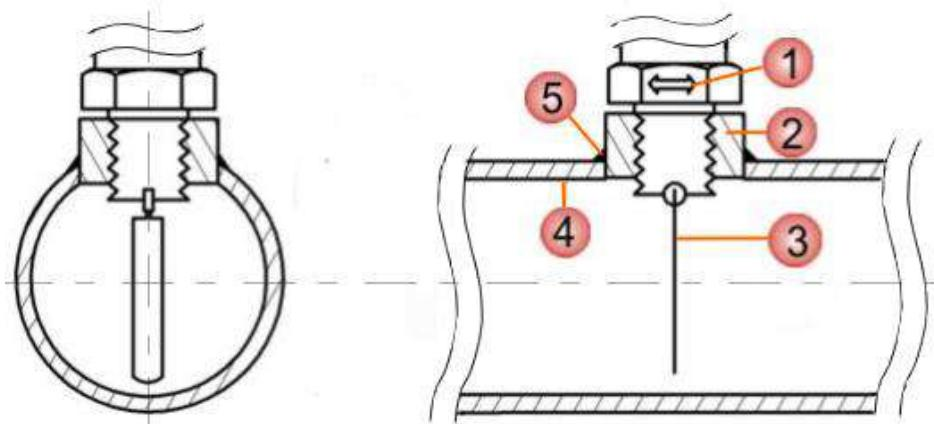

Рисунок 2.2 – Монтаж реле потока на трубопровод
1) Вырезать отверстие для бобышки (2) в трубопроводе (4) (**Рисунок 2.2**). В трубопроводе (4) следует вырезать отверстие равное внешнему диаметру бобышки (см. **приложение А**).